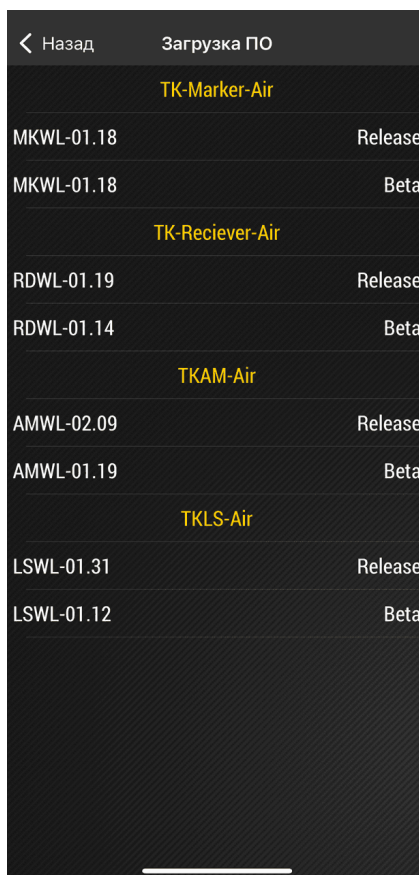

Рис.32. Меню «Загрузка ПО»
3. После этого произойдет загрузка всех доступных прошивок (Рис.32).